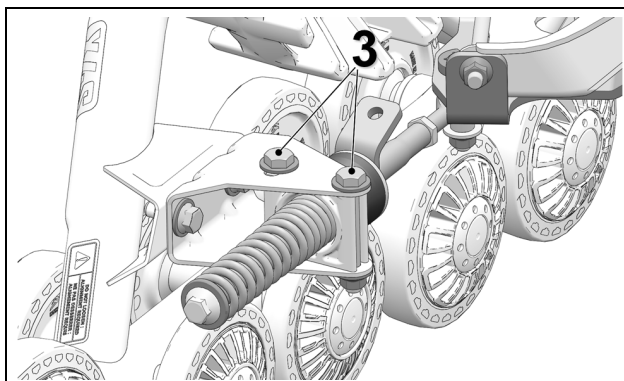

Figure 18
- Resserer les boulons (3) de l'ancrage antirotation à un couple 50 N•m [37 lb-pi]. Voir la Figure 18.